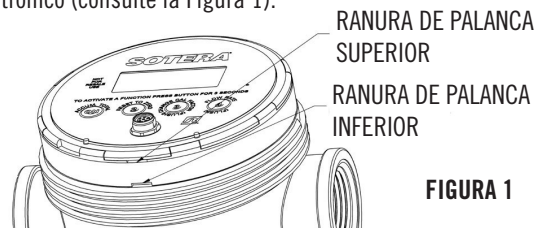

FIGURA 1
2. Inserte un destornillador de paleta con cabeza fresada en la ranura superior y ejerza un poco de presión en el módulo electrónico (consulte la Figura 1).